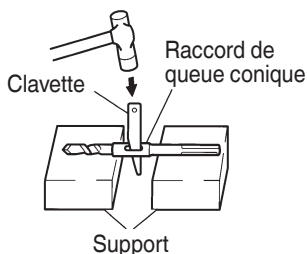

Fig. 13
- (2) Mettre l'appareil sous tension et percer un trou de base.
- (3) Après avoir retiré la poussière avec une seringue, fixer le mandrin à la pointe du sabot et l'enfoncer dans le sabot avec un marteau.
- (4) Pour retirer la mèche à queue conique, insérer une clavette dans la fente du raccord de queue conique, placer un support sous le marteau rotatif, et frapper sur la clavette avec un marteau. (Fig. 13)